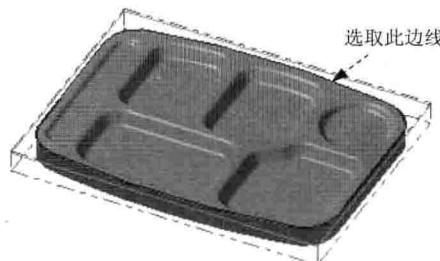
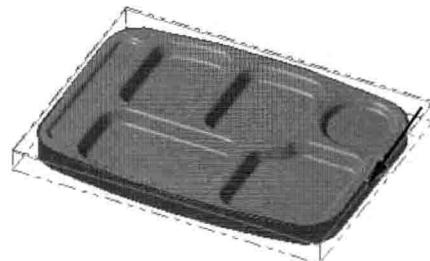

图 1.14 选取区域
图 1.15 定义区域
Step1. 绘制边界。选择下拉菜单 **绘图 (C)** → **曲面曲线 (V)** → **单一边界 (O)...** 命令，系统弹出“单一边界线”工具栏，在状态栏的 下拉列表中选择第二个选项 。
Step2. 定义边界的附着面和边界位置。选取图 1.12 所示的曲面为边界的附着面，此时在所选取的曲面上出现图 1.13 所示的箭头。移动鼠标，将箭头移动到图 1.14 所示的位置后单击鼠标左键，此时系统自动生成创建的边界预览。单击 按钮完成指定边界的创建。
Step3. 选择下拉菜单 **刀具路径 (T)** → **外形铣削... (C)...** 命令，系统弹出“串连选项”
Step4. 设置加工区域。在图形区中选取图 1.14 所示的边线，系统自动选取图 1.15 所示的边链，方向箭头如图 1.15 所示（若方向不同，可单击“串连选项”对话框中的 按钮调整）。单击 按钮，完成加工区域的设置，同时系统弹出“2D 刀具路径-外形”对话框。